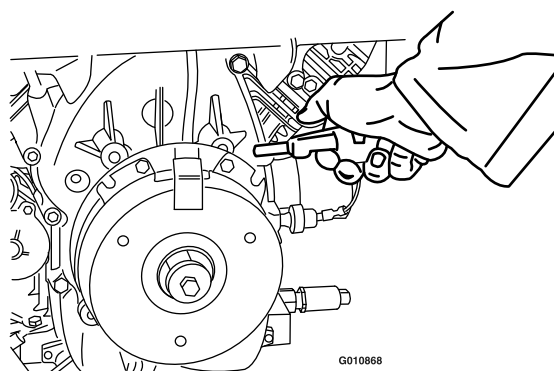

Figura 73
2. Utilizar un compresor de aire, elimine cualquier residuo de debajo del polo de freno y de alrededor de los espaciadores del freno (Figura 73).